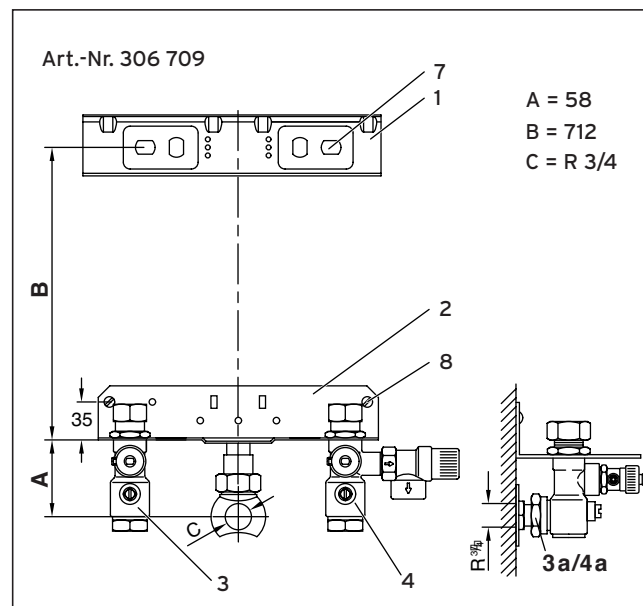
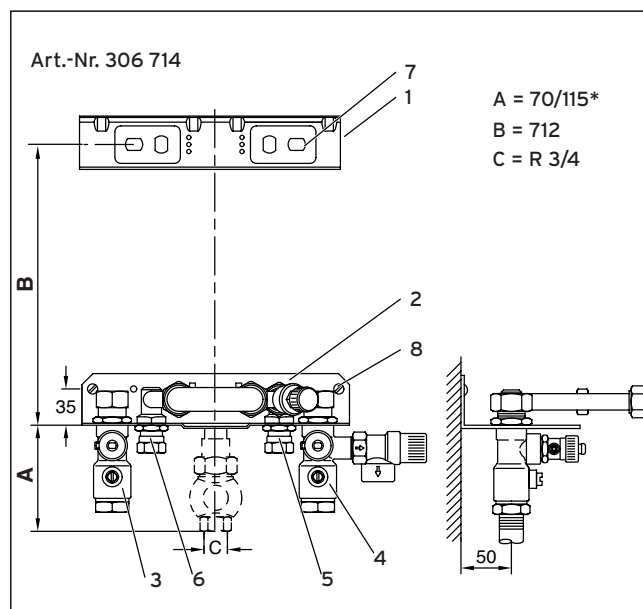

Abb. 3.5 Anschlusskonsole VC (Unterputzinstallation)
Abb. 3.7 Anschlusskonsole VCW (Aufputzinstallation)
Legende zu Abb. 3.5 und 3.6
- Ermitteln Sie mit Hilfe der dem Gerät beiliegenden Montageschablone die Befestigungsbohrungen für den Halter (1) und die Anschlusskonsole (Zubehör) (2) (s. Abb. 3.5, 3.6 und 3.7).
- Befestigen Sie den mitgelieferten Halter (1) an der Wand.
- Montieren Sie die Anschlusskonsole (2).
- Setzen Sie das Gerät von oben auf den Halter auf, und führen Sie gleichzeitig die Anschlussrohre für Heizungsanlauf (3) und -rücklauf (4) in die entsprechenden Anschlüsse an der Anschlusskonsole ein.
Montieren Sie die Leitungen für Kaltwassereinfluss (5) und Warmwasserauslauf (6) an der Unterseite des Geräts (s. Abb. 3.7).